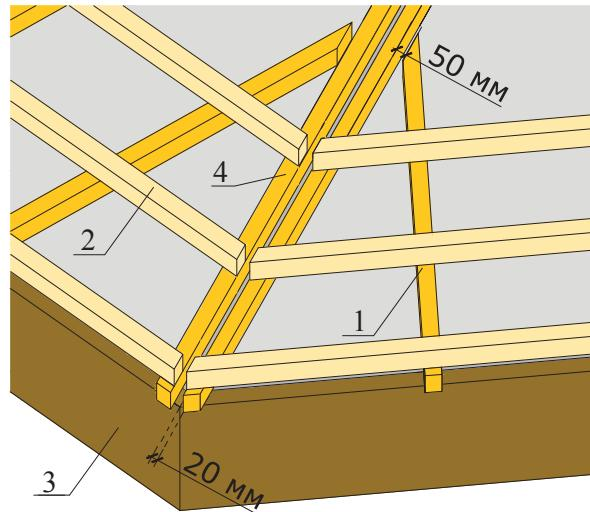

Рис. 7
4.1.11. На ребрах вальмовой крыши коньковый брус сечением 50x50 мм монтируют на специальные крепления (скобы), устанавливаемые на брусья контробрешетки с шагом 500 мм (рис. 7).